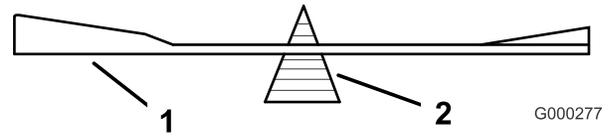

Figura 51
2. Controllate il bilanciamento della lama posizionandola su un bilanciatore (Figura 51).